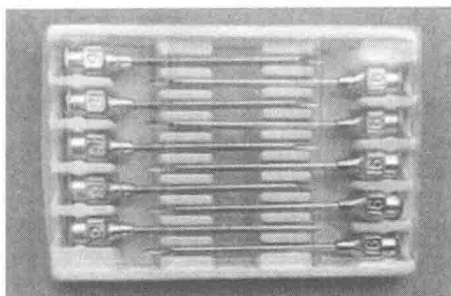
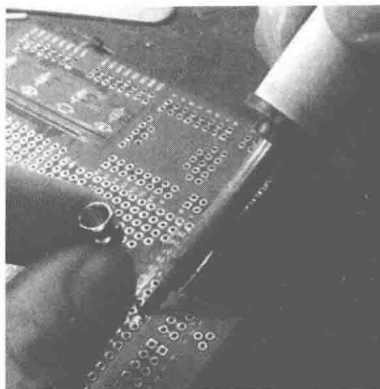

图2-52 注射器针头
图2-53 使用空心针的方法
(5) **空心针**：直插元件如果没焊接好，或者拖锡不小心带上了，很容易让焊盘堵住，这时就需要空心针，建议直接买注射器用的那种针头（如图 2-52 所示）配一根钢棒或者木棒就行。使用时将电路板夹住，将大小比过孔略小一点的空心针顶在过孔上，用烙铁加热空心针和焊盘，焊锡熔化后针就可以直接按下去，过孔就通了，如图 2-53 所示，没加钢棒的话直接用针头，注意别烫着手。